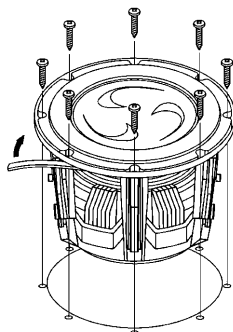

Figura. 2
1. Ponga la cinta de junta incluida en la parte posterior de la brida del altavoz como se muestra en la figura 2 para que la brida quede completamente cubierta.